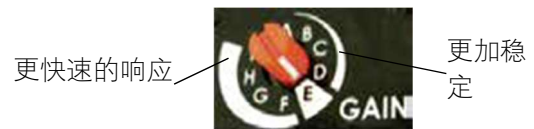

图 37: 可选择的增益旋钮开关
**注意：**增益开关是永远在线的，无论 Auto Tune 怎么选，增益设置都可以在正常操作的任何时候进行调整，只需改变可选择 Gain 增益开关的位置即可。请参阅图 37。